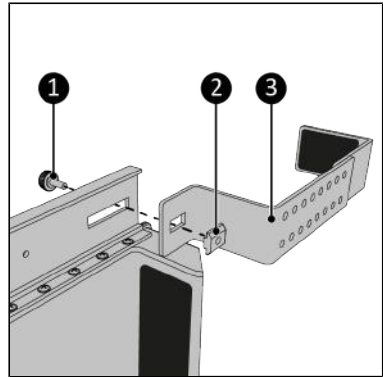

Figure 184.
7. Vissez le support (Figure 184, pos. 3) sur le rail principal situé à l'avant au moyen de la vis à bouton (Figure 184, pos. 1). Veillez à raccorder la vis à bouton à l'écrou coulissant (Figure 184, pos. 2).